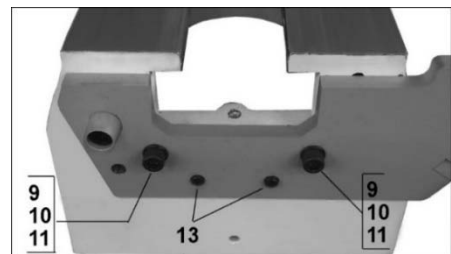

Figure 1
4. Monter le dispositif « Swing Away » sur la base du tour en utilisant les vis et les rondelles fournies (n° 9, 10 et 11 de la figure 1). Ne pas serrer les vis maintenant.